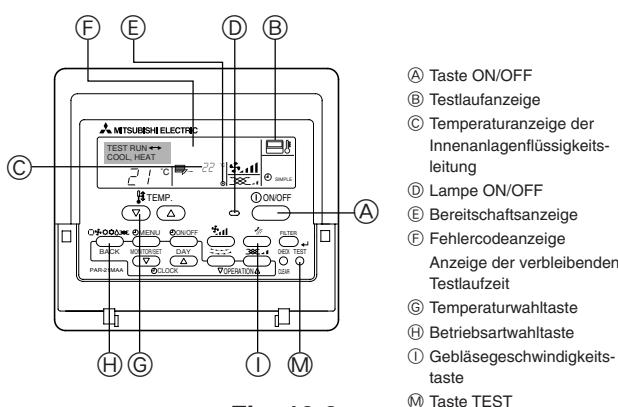

Fig. 10-2
10.3.2. Verdrahtete Fernbedienung (Fig. 10-2)